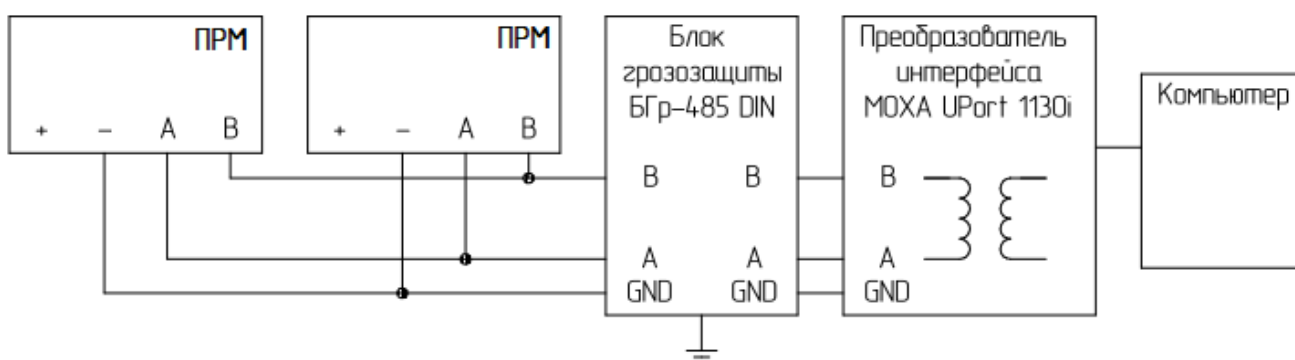

Рисунок 2.12 – Схема подключения удалённого компьютера к извещателям через интерфейс RS-485
- Объединить цепи «-» всех извещателей и преобразователя интерфейса в данной линии (рисунок 2.12).